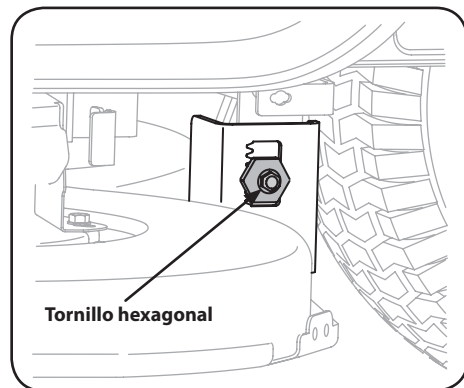

Figura 4-7
3. Afloje, pero NO extraiga, el perno de cabeza hexagonal ubicado en la ménsula de suspensión izquierda de la plataforma. Consulte la Figura 4-7.